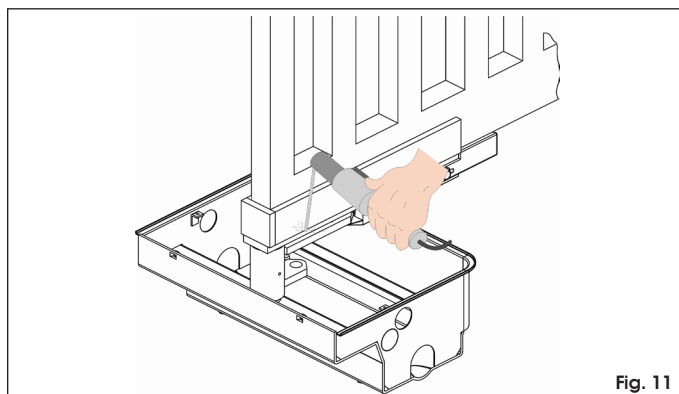

Fig. 11
3. Saldare accuratamente la staffa guida sulla staffa di sostegno (Fig. 11).